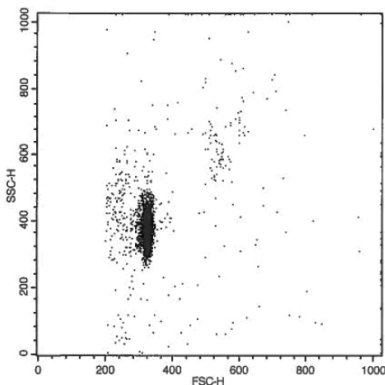

Figura 1. Exemplo de localização das beads FSC x SSC
- a. Rodar um teste de controle usando 5 µl de beads de captura (*Capture Beads*) em 200 µl de tampão de lavagem (*Wash Buffer*) 3 (WB-3) para configurar os ganhos FSC e SSC para localizar a população de beads no citômetro de fluxo (Figura 1).